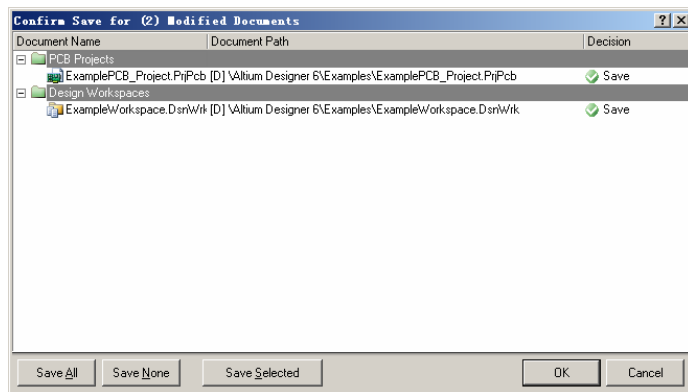

图 2.26 “Confirm Save for (2) Modified Documents”对话框
当用户在未保存对项目文件的更改的情况下，单击 AltiumDesigner6.0 程序窗口右上角的关闭按钮时，会打开如图 2.26 所示的“Confirm Save for (2) Modified Documents”对